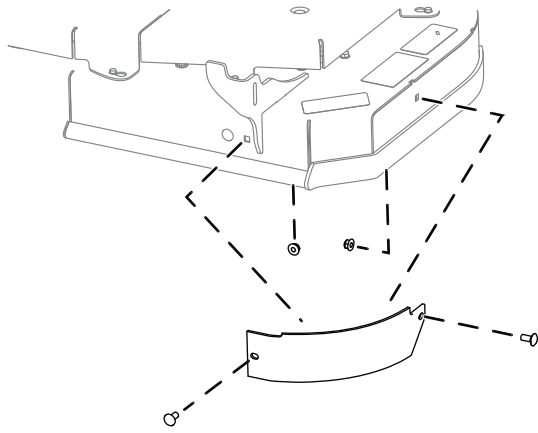

Figure 1
2. Retirez les 2 boulons et les 2 écrous qui fixent le déflexeur au plateau de coupe, et déposez le déflexeur (Figure 1).